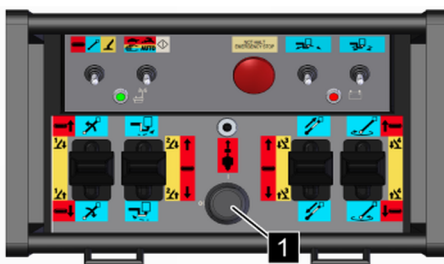

Fig. 52: Eteindre la commande radio
- Tourner le commutateur (Voir la Fig. 52/1) sur [0].